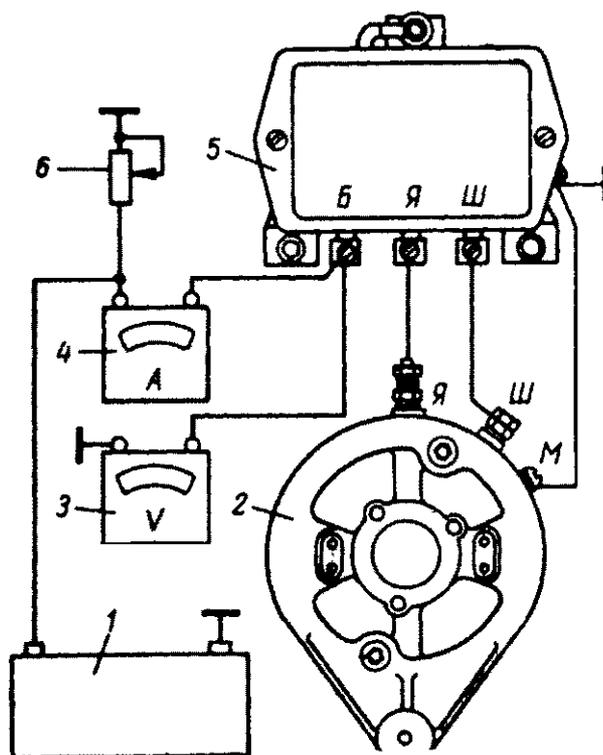

Рис. 183. Схема включения приборов для проверки регулятора напряжения и ограничителя силы тока:
**Проверка ограничителя силы тока.** Измерительные приборы включить, как указано на рис. 183. Пустить двигатель и установить среднее число оборотов (примерно 2000 об/мин).